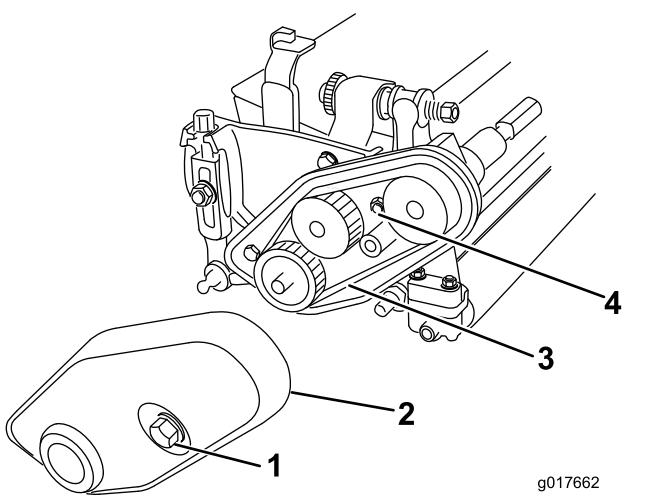

Рисунок 4
2. Ослабьте гайку натяжения ремня и снимите ремень (Рисунок 4).
- C. Установите ремень и затяните гайку натяжения ремня (Рисунок 4).
- D. Установите крышку ремня и затяните невыпадающий болт (Рисунок 4).